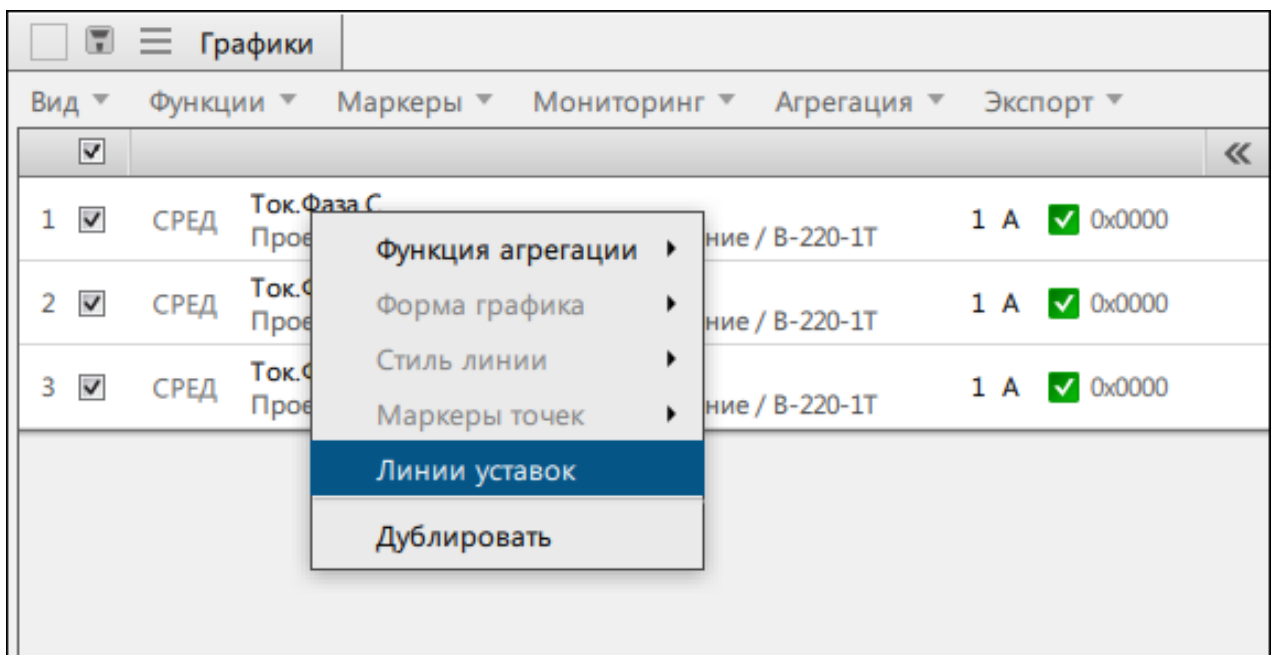

Рисунок 72 - Контекстное меню сигнала
1. Нажмите *ПКМ* по выбранному сигналу из списка сигналов (Рисунок 72).